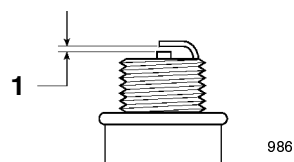

Figure 31
5. Réglez l'écartement des électrodes à 0,76 mm (Fig. 31).